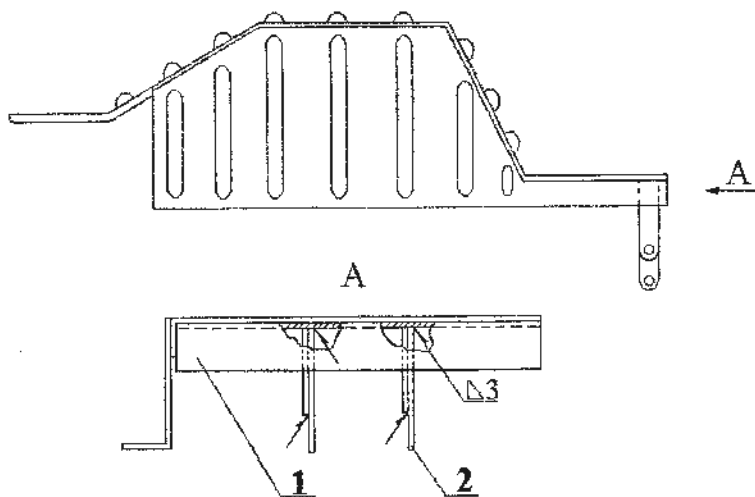

Рис. 185. Доработка щитка ограждения шкива двигателя Алтайского завода:
9.6.2.12. Доработать щиток шкива двигателя, приварив два ушка КДМ 5001-01, как показано на рис. 185, для комбайнов, укомплектованных двигателем Алтайского завода.